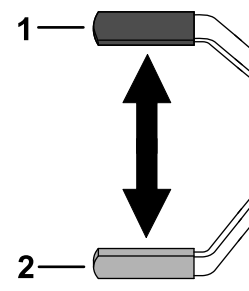

Figura 14
- Para accionar el freno de estacionamiento, tire de la palanca del freno hacia atrás y hacia arriba (Figura 14).
- Para quitar el freno de estacionamiento, tire de la palanca hacia atrás y luego hacia abajo (Figura 14).